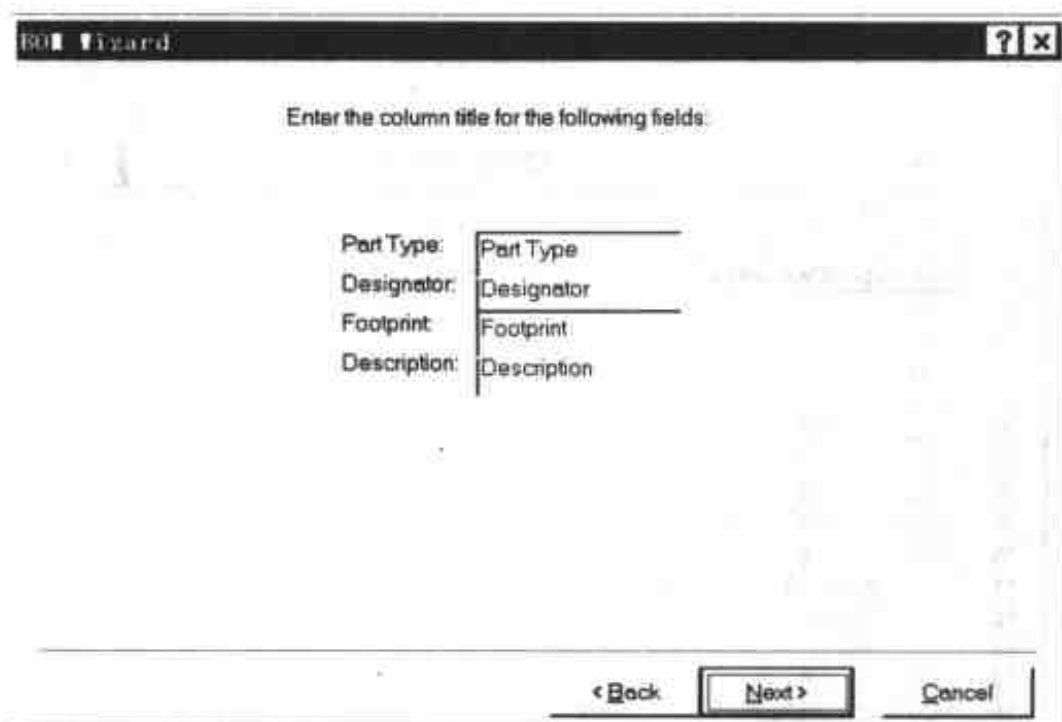

图 10-4 定义列表名称对话框
(3) 设置完毕后, 单击 Next 按钮, 屏幕上出现如图 10-4 所示的设置元件列表中每列名称对话框, 要求用户选择需要加入表中的文字栏。